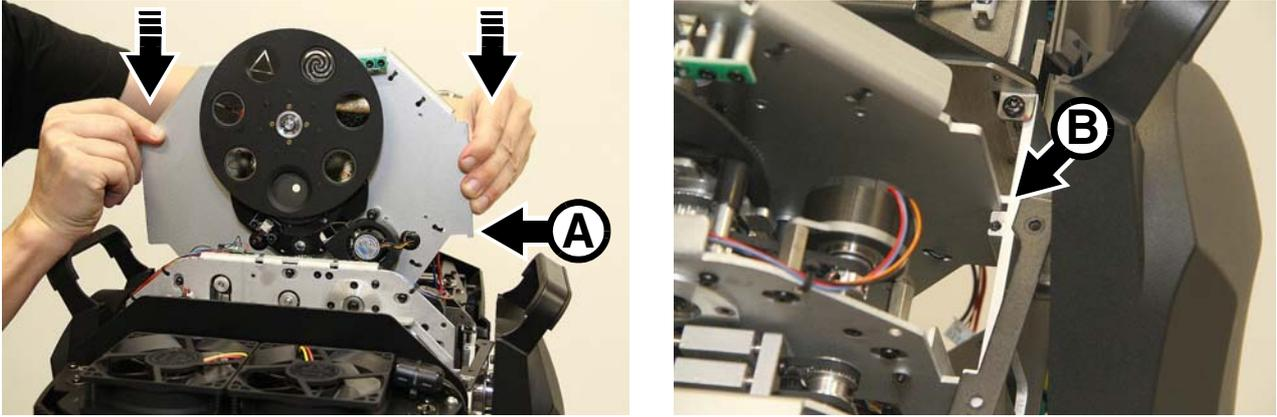

Figure 26: Insertion de la roue de gobos 3 dans la tête de l'appareil
9. Voir Figure 26. Poussez l'équipage de mise au net vers l'avant et inclinez la tête pour que la gravité le maintienne en position. Glissez le module de gobos 3 dans la tête, roue vers la source à LEDs. Assurez-vous que les onglets de la platine **A** s'engagent dans les rainures **B** de chaque côté. Surveillez la descente du faisceau de câblage.